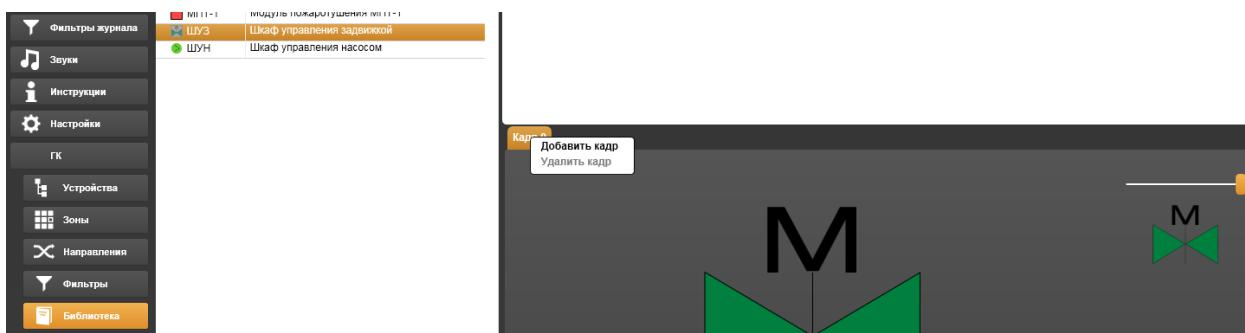

Рисунок 2.9.2 – Добавление кадра анимации
– **Импорт из .svg** открыть окно ОС Windows, найти файл с рисунками и, щелкнув на кнопке **Открыть** переместить выбранный рисунок в рабочую область. Далее, поместив указатель на закладку **Кадр 0** и щелкнув вспомогательной клавишей, выбрать из открывшегося контекстного меню функцию **Добавить кадр** (Рисунок 2.9.2), появится новое поле под закладкой **Кадр 1**. Во вновь созданное поле следует поместить следующий рисунок способом, описанным выше.